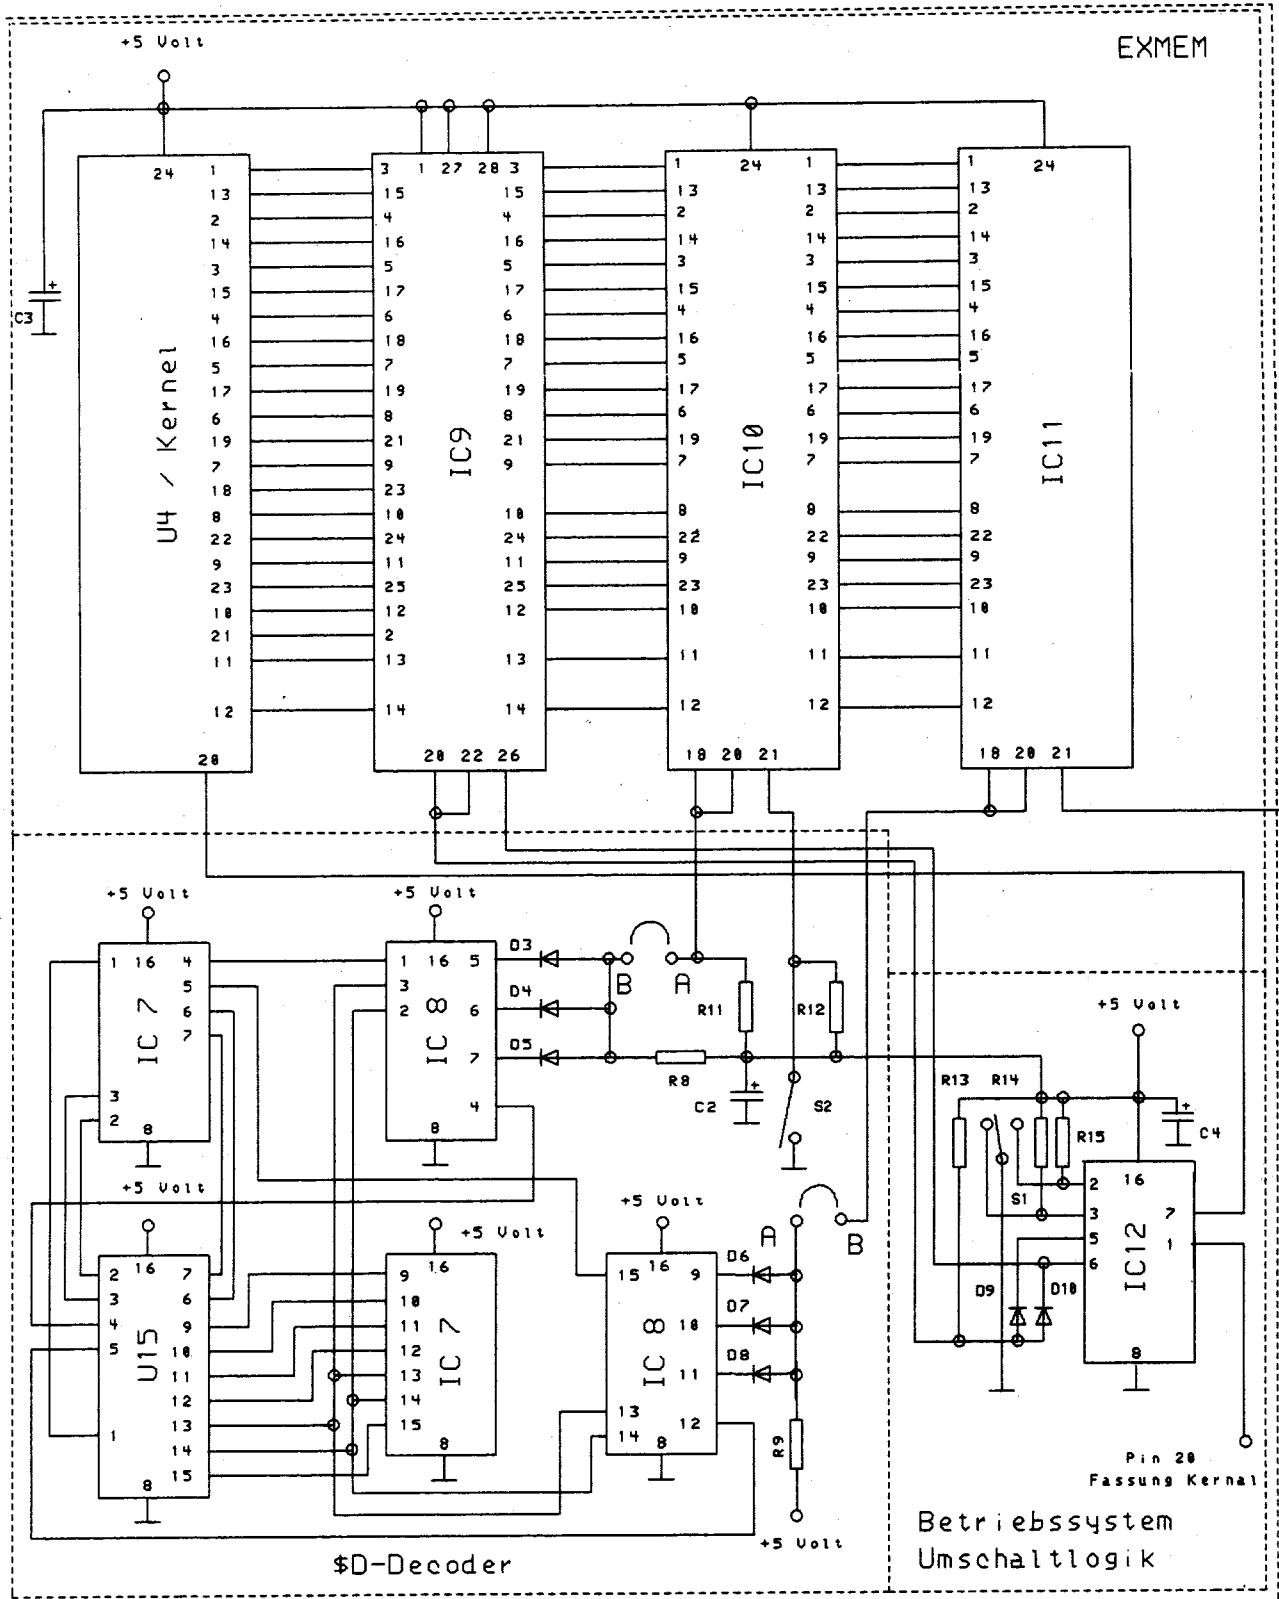

Bild 13. Komplettes Schaltbild der voll ausgebauten RAM-Erweiterung
**SYS 53513,x:** setzt eine Bank für den Multitasking-Modus. Schalter S3 in Bild 13 muß dabei eingeschaltet sein. SYS 53513,1:SYS 53513,2 setzt Bank 1 und 2 für den Multitasking-Betrieb. Wird S3 (Bild 13) nun ausgeschaltet,
Beim Initialisieren wird die Verweilzeit auf eine Sekunde gesetzt. Durch Einschalten von S3 (Bild 13) läßt sich der Multitasking-Modus unterbrechen. Es kann wie gewohnt per Taster in eine andere Bank geschaltet werden. Wird S3 (Bild 13) erneut ausgeschaltet, wird der Multitasking-Betrieb wieder aufgenommen.